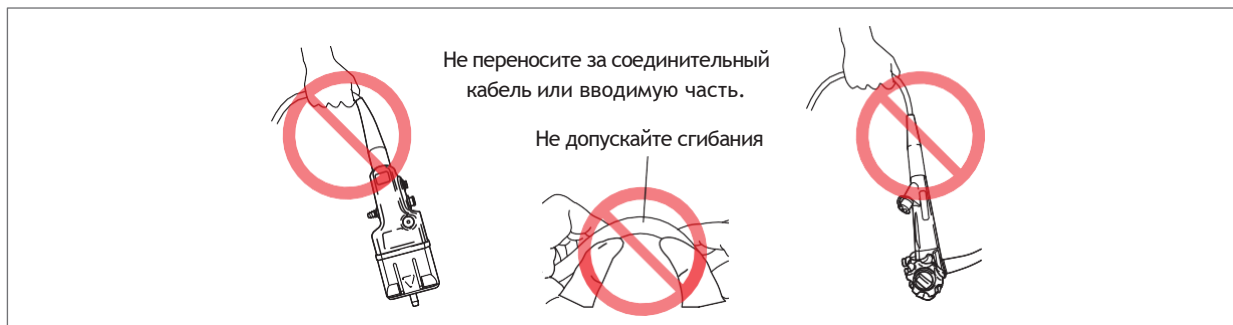

Рис. 4.3
- При транспортировке эндоскопа НЕЛЬЗЯ брать и нести его только за соединительный кабель или вводимую часть. Кроме того, НЕ сжимайте и не сгибайте чрезмерно изгибаемую часть (Рис. 4.3) Это может привести к повреждению оборудования.